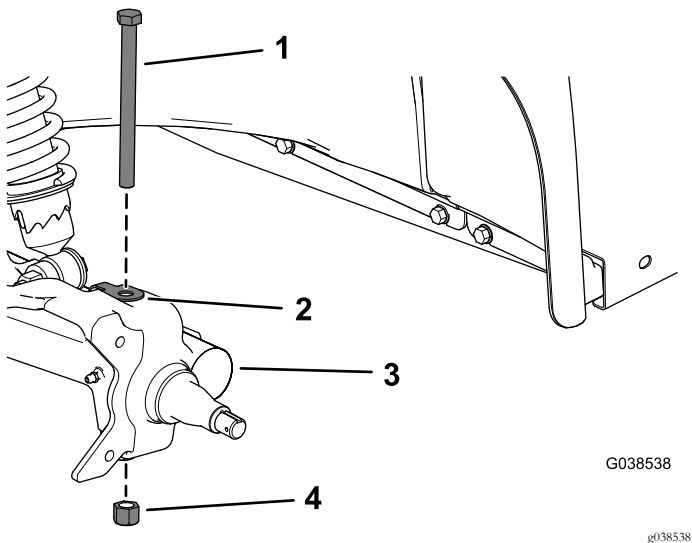

Figura 9
9. Retire o parafuso de cabeça sextavada ($\frac{1}{2}$ x 6 pol.), clipe e porca de bloqueio ($\frac{1}{2}$ pol.) do braço de controlo e retire o eixo (**Figura 9**).
2. Instale o conjunto do eixo no braço de controlo utilizando o parafuso de cabeça sextavada ($\frac{1}{2}$ x 6 pol.), clipe e porca de bloqueio ($\frac{1}{2}$ pol.) como se mostra na **Figura 9**.